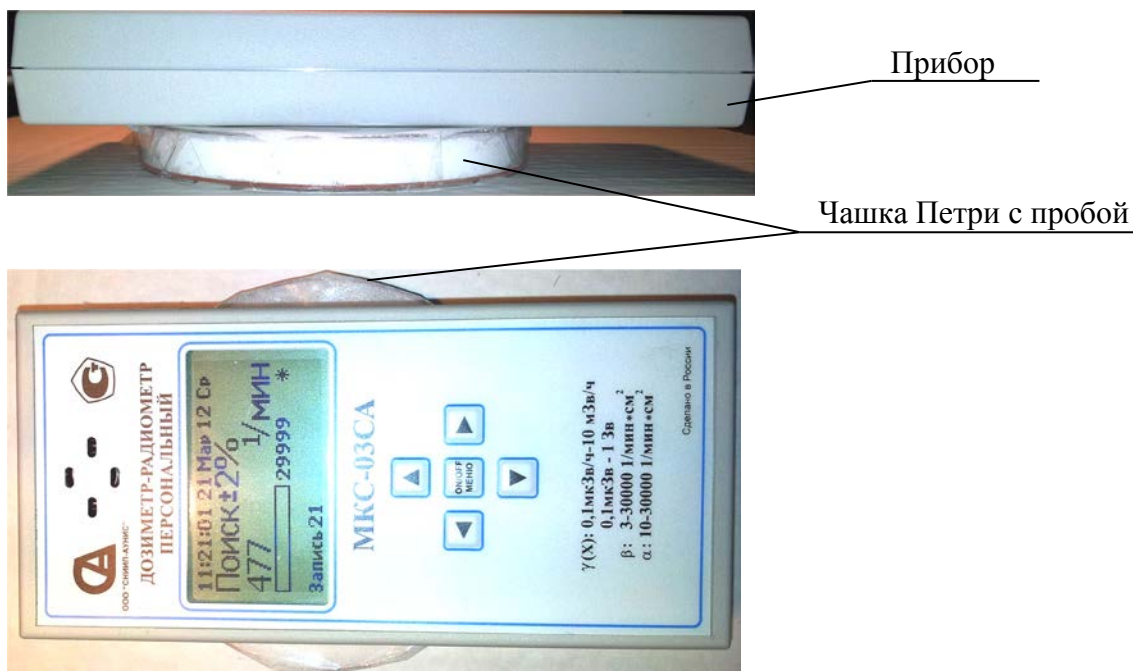

Рисунок 3. Положение прибора и контролируемой пробы во время измерений.
- расположите дозиметр непосредственно на чашке с подготовленной пробой (см. рис. 3.), таким образом, чтобы середина окна детектора располагалась над центром чашки и проведите измерение плотности потока бета- частиц от поверхности подготовленной пробы $\Phi_{\beta+\phi}$, мин⁻¹, при достижении статистической погрешности не более 2% (время измерения пробы может достигать до 30 мин);